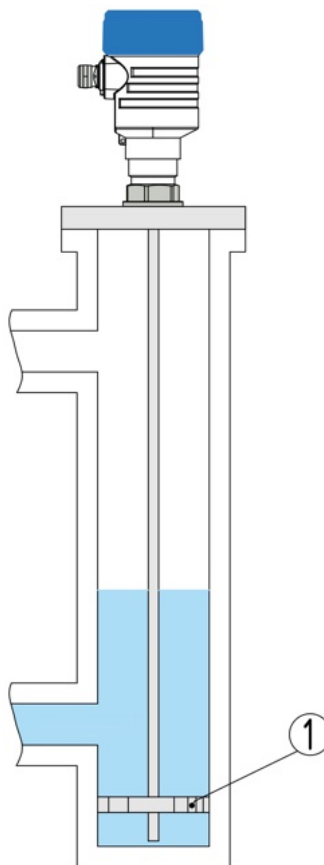

Рисунок 6 – Пример монтажа в уровнемерной колонке
- при установке в успокоительной трубе или уровнемерной колонке необходимо использовать центрирующую звездочку или шайбу в нижней части троса или стержня (1) для предотвращения касания стенки зондом уровнемера (рисунок 6);